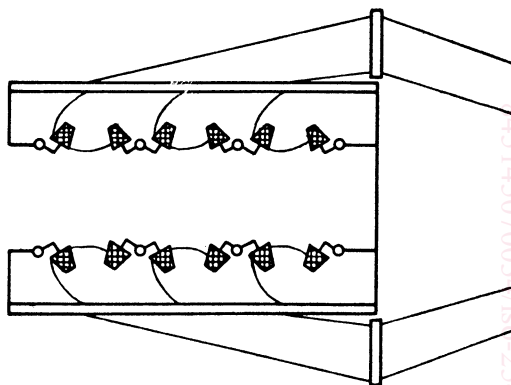

FIGURE 4 / ФИГУРА 4
- 25.3 magazine warp creel** (see figure 4): Creel for mounting two or more supply packages per warp end. The yarn is unwound from one package to the next to ensure continuity of warping.
cantre magasin (voir figure 4): Cantre permettant l'installation de deux bobines d'alimentation (ou plus) par fil à ourdir. Le fil est dévidé sans interruption d'une bobine à la suivante pour assurer la continuité de l'alimentation de l'ourdissoir.